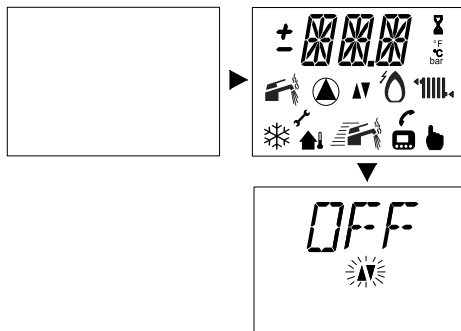

Рисунок 2.2
- При помощи двухполюсного выключателя, предусмотренного при установке, включите электропитание котла, на ЖК-дисплее последовательно отобразятся следующие символы, см. Рисунок 2.2.